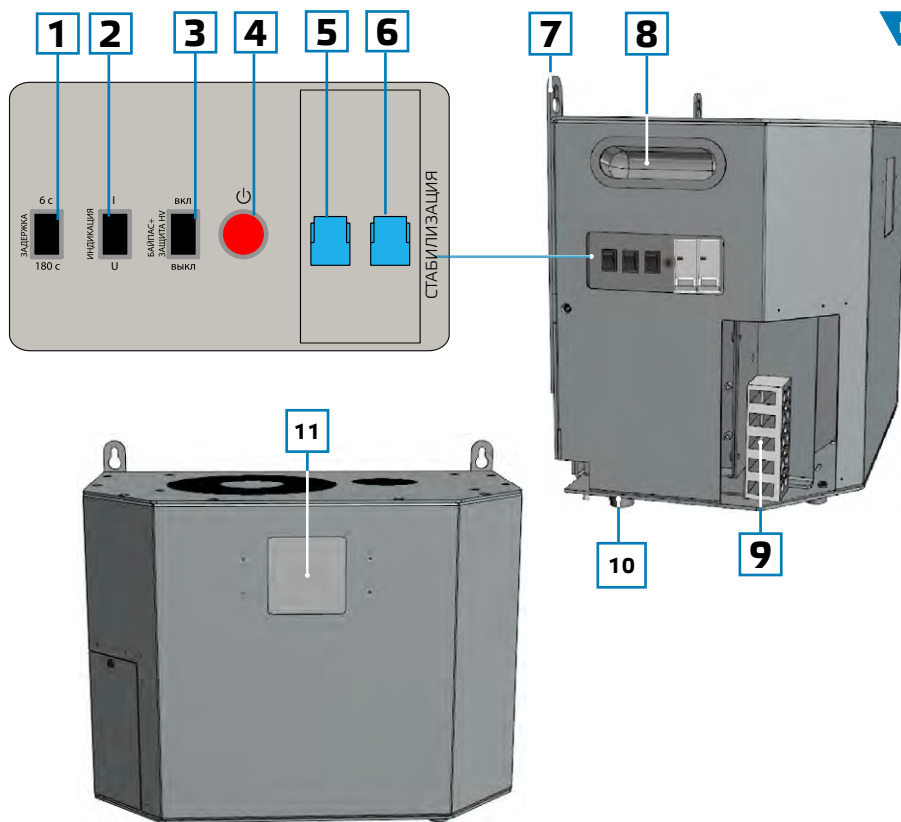

Рисунок 1
10. Индикация	Многофункциональный LED-дисплей(см. рис. 1)
4.1.4 В режим ОТКЛЮЧЕНО при положении ВКЛ выключателя 6 рис. 1 стабилизатор может переходить в следующих случаях: